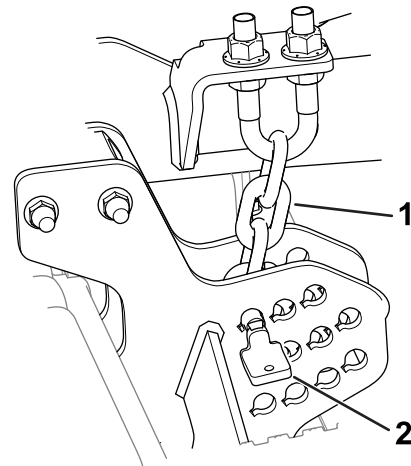

Bild 9
1. Entfernen Sie die Stifte, mit denen die Schnitthöhenketten am Heck des Mähwerks befestigt ist (Bild 9).
Der Stift sollte in das unterste Glied der Schnitthöhenkette eingebaut werden. Die Kette sollte gerade nach unten hängen (Bild 9); sie sollte nicht verdreht sein.